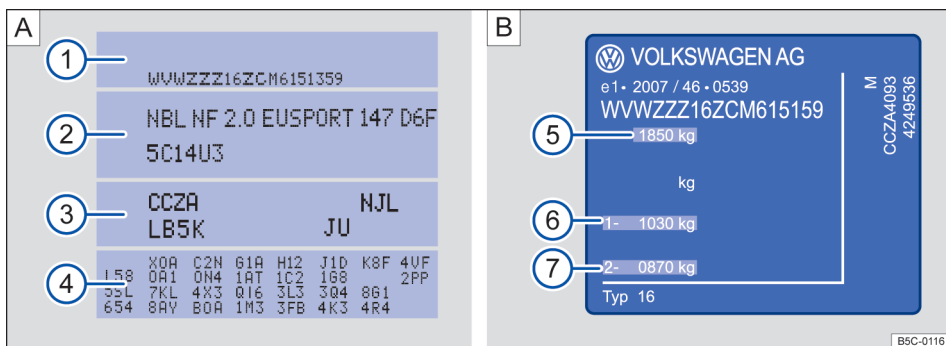

Fig. 244 Etiqueta de dados do veículo [A] e plaqueta de identificação [B].
A etiqueta de dados do veículo → Fig. 244 **A** está colada no lado interno da capa do manual de instruções e no compartimento de bagagem, na área do alojamento da roda de reserva. Ela contém os seguintes dados:
- ① Número de identificação do veículo (número do chassi)
- ② Modelo do veículo, potência do motor, transmissão
- ③ Códigos do motor e da transmissão, código da cor, acabamento interno. No exemplo, os códigos do motor são "CCZA" → Fig. 244.
- ④ Equipamentos opcionais, números PR
A plaqueta de identificação → Fig. 244 **B** se encontra na parte inferior da coluna da porta do condutor. É vista ao abrir esta porta. Os veículos destinados a determinados países não trazem a plaqueta de identificação.